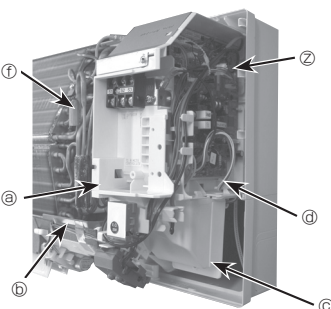
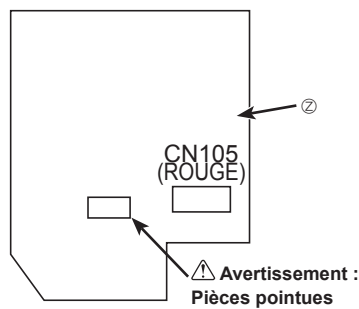

Fig. 6-5
Fig. 6-6
- ⑧ Retirer le guide-câble. (Fig. 6-5)
- ⑩ Retirer la thermistance du conduit de liquide (TH2). (Fig. 6-5)
- ⑪ Retirer en partie l'adhésif du moteur du volet et desserrer le cordon. (Fig. 6-5)
- ⑫ Desserrer le cordon du moteur du ventilateur. (Fig. 6-5)
- ⑬ Tirer le boîtier électrique vers soi.
- ⑭ CN105 (ROUGE) situé sur le panneau du contrôleur intérieur. (Fig. 6-6)
- ⑮ Remettre en place les pièces déposées.